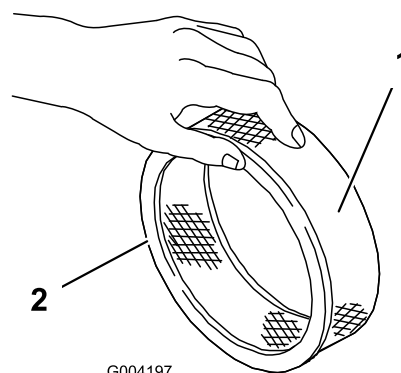

Figure 146
- Vérifiez que l'élément en papier n'est pas déchiré ou couvert d'une pellicule grasse, et que le joint de caoutchouc n'est pas endommagé (Figure 146).